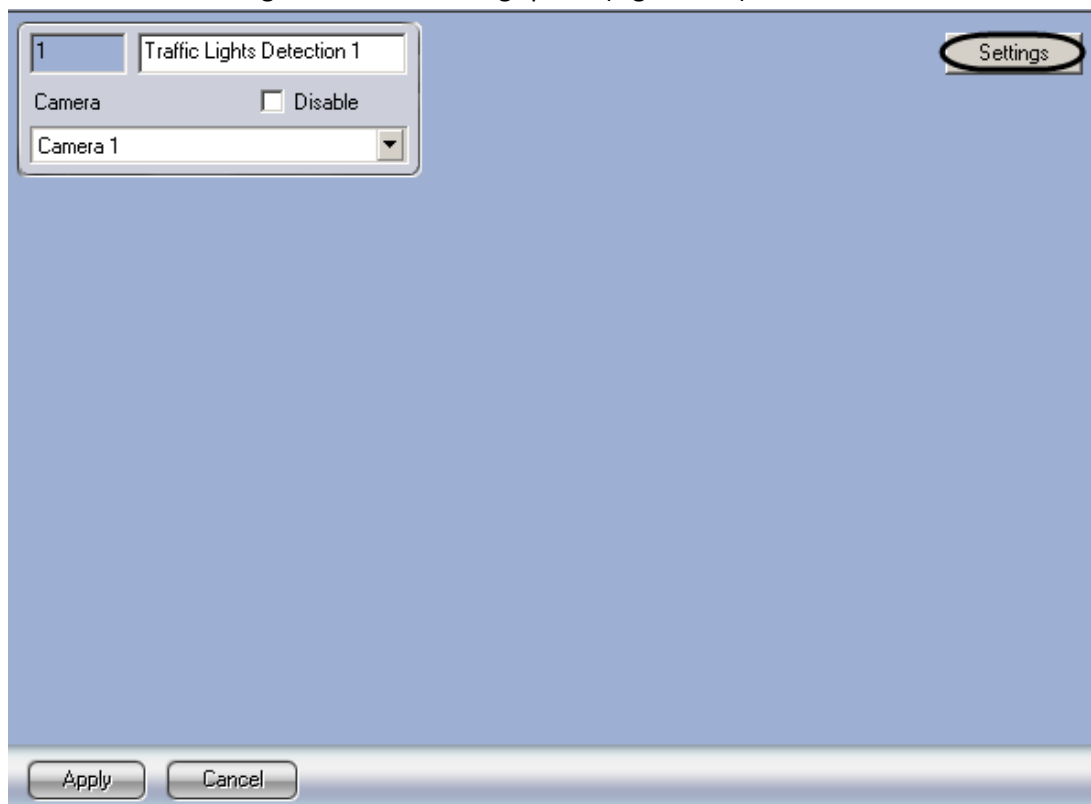

Fig. 7.5—2 Settings panel of the Traffic Light Detection object
2. Click «Settings» (Fig. 7.5—2).